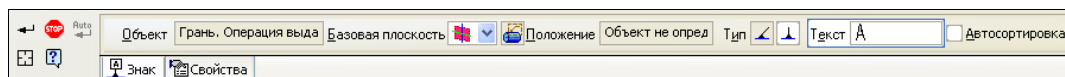

Рис. 29.16. Панель свойств: База в режиме Деталь
- ◆ укажите объект для простановки обозначения. В точке ввода появляется фантом обозначения. На Панели свойств: База (рис. 29.16) в группе **Тип** активен переключатель **Перпендикулярно опорному объекту**, в поле **Текст** отображается предлагаемая буква для обозначения;